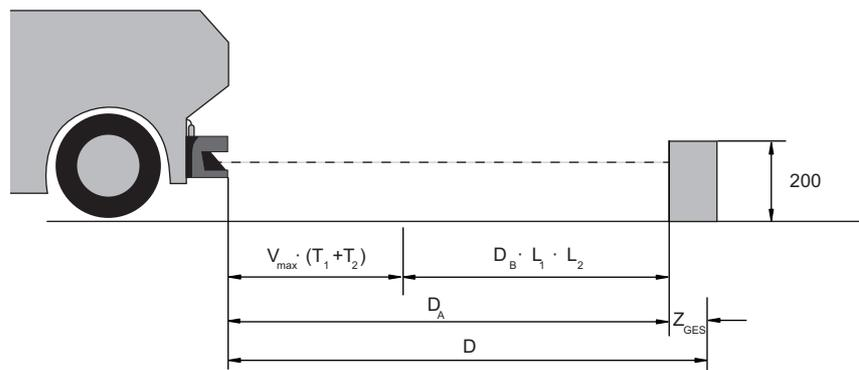

Bild 6.17: Mobile Gefahrbereichssicherung, Berechnung der erforderlichen Mindestdistanz D
- ↪ Stellen Sie die vertikalen Schutzfelder leicht schräg, so dass die unteren Schutzfeldkanten jeweils um den Betrag der Zuschläge  $Z_{SM}$ ,  $Z_F$  und gegebenenfalls  $Z_{REFL}$  über die Fahrzeugbreite hinausragen (siehe Bild 6.17) .